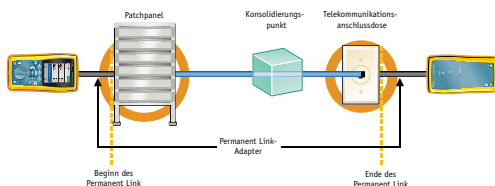

Abbildung 1
Beachten Sie, dass dieser Test-Link ungewöhnlich konfiguriert ist. Die empfohlene Permanent Link-Konfiguration endet in einem Patchpanel an einem Ende, wobei sich die Anschlussdose (TO) am anderen Ende befindet, optional mit einem Konsolidierungspunkt (CP, consolidation point) (Verbindung) in einem Abstand von nicht weniger als 15 m von beiden Enden (in der Regel in einem kürzeren Abstand zum TO), wie in Abbildung 1 dargestellt. In dieser Hinsicht ist die in Abbildung 5a dargestellte Diagnose auch richtig. Dieser Permanent Link enthält eine Verbindung mehr als üblich oder als empfohlen. Wir wissen jedoch, dass dieser Link einschließlich des anomalen Anschlusses nach dem Austausch des defekten Patchkabels die Anforderungen des Permanent Link-Tests der Klasse E erfüllt.